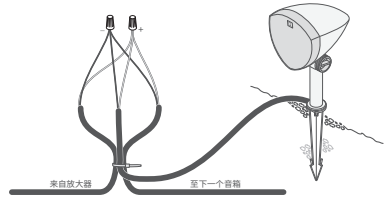

图 10
8. 剪切左扬声器或右扬声器的两根电线 (参见下表), 剥去埋地线裸露端 3/4 英寸 (约 1.9 厘米) 的绝缘层, 然后从相应扬声器尾纤的端部剥去 3/4 英寸 (约 1.9 厘米) 的绝缘层 (见图 10)。
9. 制作一个大约 10 英寸 (约 25 厘米) 的环路, 使用扎带将线环和扬声器尾纤固定到位, 以消除应力 (见图 10)。